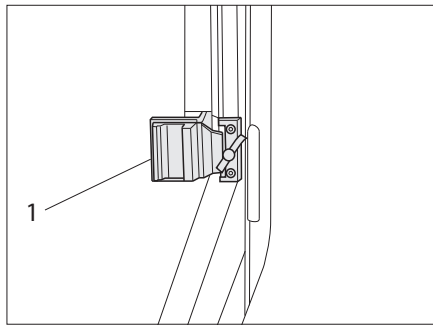

Bild 58 Skjutfönster med skjutlås
- Vrid låsknappen (Bild 58,1) i vertikal position.
- Tryck handtaget (Bild 58,2) och skjut det samtidigt framåt eller bakåt.